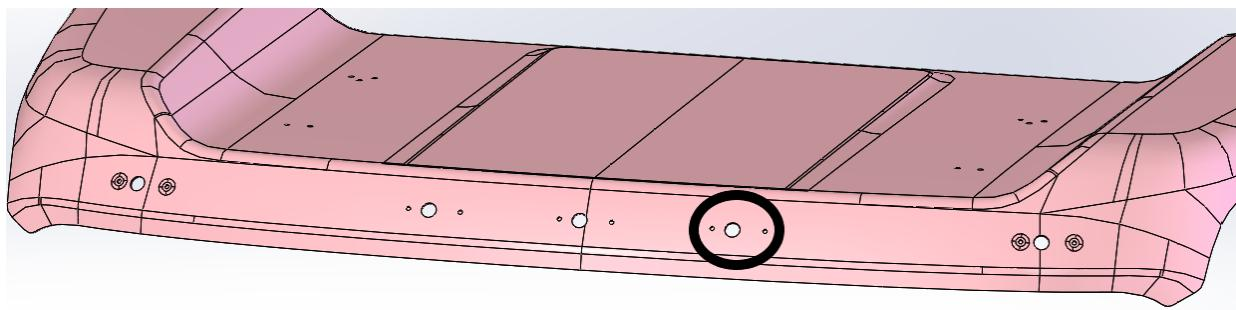

Figura 1: Mazo de cables que tiene que quedar por afuera del techo
- El mazo de cables puede empujarse hacia adentro del techo en todos los lugares EXCEPTO en el circulado abajo en la Figura 1. Este maso se mantendrá por afuera del techo para la instalación de la visera posteriormente. Pegar este mazo al techo prevendrá que se deslice hacia adentro del techo.